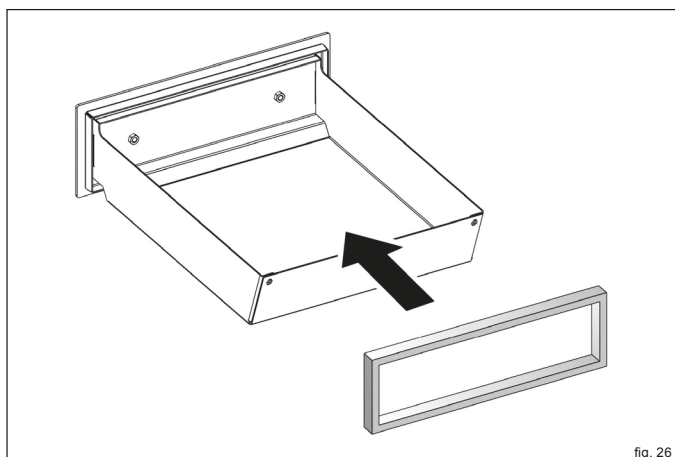

fig. 26
- ▶ Premere omogeneamente la nuova guarnizione nella guida del cassetto di raccolta della cenere (fig. 26).